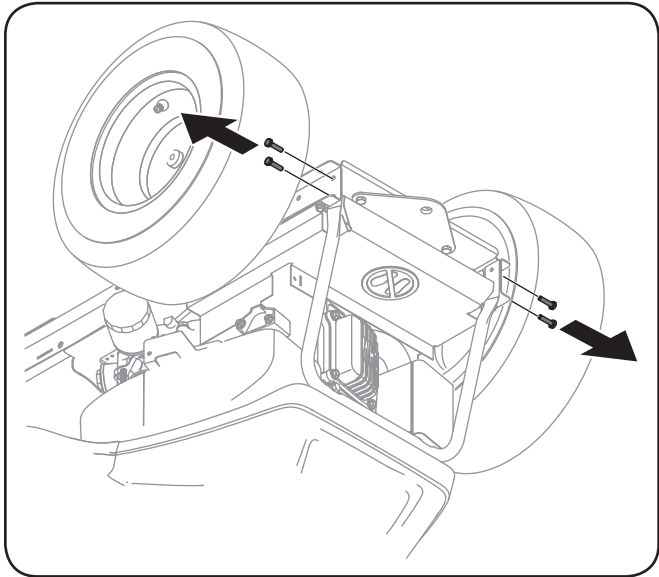

Figure 4-1
1. Retirez et jetez les quatre boulons autotaraudeurs situés sur le châssis arrière du tracteur. Voir Figure 4-1.